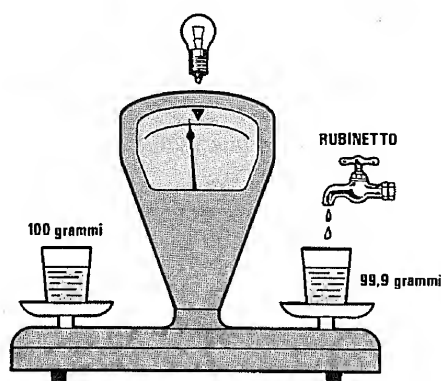

Fig.13 Se il PLL rileva che nel recipiente di destra l'acqua è evaporata, farà scendere qualche goccia per riequilibrare il peso.
- Se il **PLL** rileva che nel recipiente di destra l'acqua è leggermente **evaporata** scendendo a **99,9 grammi**, verserà in tale recipiente le poche **gocce mancanti** (vedi fig.13).